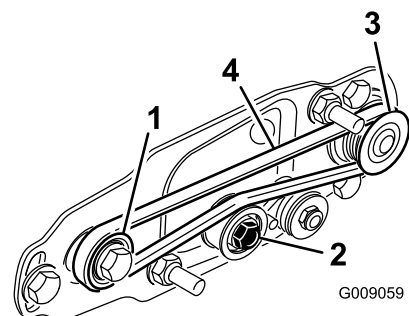

Bild 23
- A. Verlegen Sie den Riemen um die **Antriebsscheibe** und dann über die Oberseite der Spannscheibe (Bild 23).
- B. Verlegen Sie den Riemen von der **Antriebsscheibe** ausgehend (Bild 23).